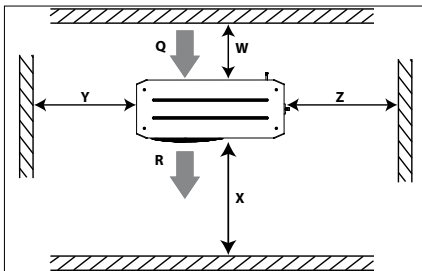

Figura 1: Distanțe minime de montare
- Asigurați spațiu adecvat în jurul grupului pentru circulația aerului și deschiderea ușilor. Consultați figura 1 pentru valori minime ale distanței până la pereți.